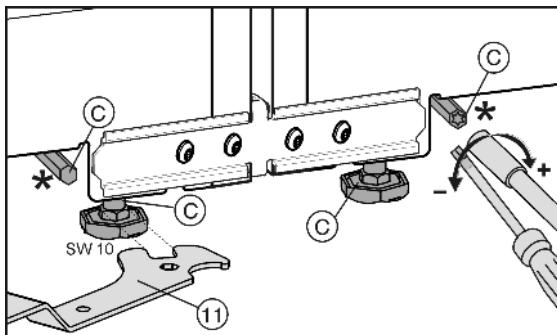

Fig. 8
Die vorderen Stellfüße können mit dem beiliegenden Gabelschlüssel Fig. 8 (11), die hinteren Stellfüße* mit einem Schraubendreher Torx® 25 verstellt werden.